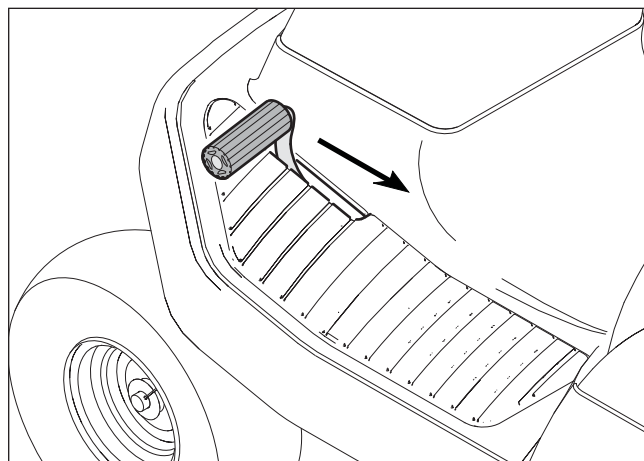

Figura 13
2. Levante lentamente el pie izquierdo del pedal de freno (consulte la **Figura 13**).
1. Presione completamente el pedal de embrague/freno (consulte la **Figura 13**).
1. Presione completamente el pedal de embrague/freno para detener la unidad (consulte la Figura 13). Mantenga su pie en el pedal.